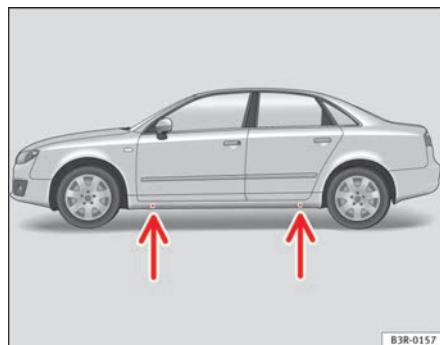

Fig. 179 Cambio di una ruota: Punti di appoggio per il cric
- Applicare il cric al montante inferiore della vettura nel **punto di appoggio** più vicino alla ruota da sostituire ⇒ **fig. 179 -freccie-**.
Sul montante inferiore sono segnati i punti a cui applicare il cric ⇒ **fig. 179 -freccie-**. È previsto *un* punto di presa per ogni ruota. Non collocare il cric in altri punti.